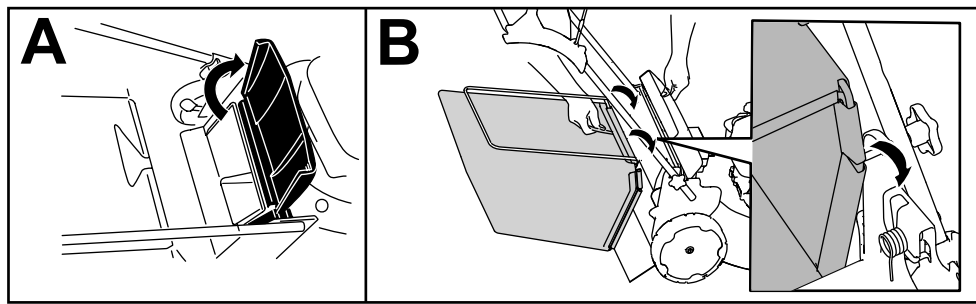

Bild 15
1. Heben Sie das hintere Ablenkblech an und halten Sie es hoch (A in Bild 15).
2. Setzen Sie den Grasfangkorb ein, stellen Sie sicher, dass die Stifte am Fangkorb in den Schlitz an der Holmhalterung einrasten (B in Bild 15).